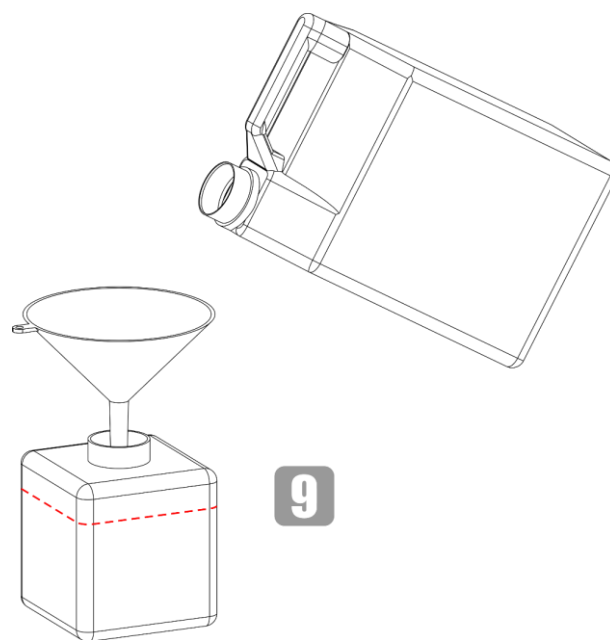

Fig. 16
- 09) Utilizzare un imbuto per versare il liquido del fumo all'interno del serbatoio, come mostrato nella Fig. 16.
- 10) Riempire il serbatoio con il liquido per il fumo consigliato (capacità massima del serbatoio 1,5 L). Accertarsi di non riempire troppo. Consultare la Fig. 16 per ulteriori informazioni in merito.